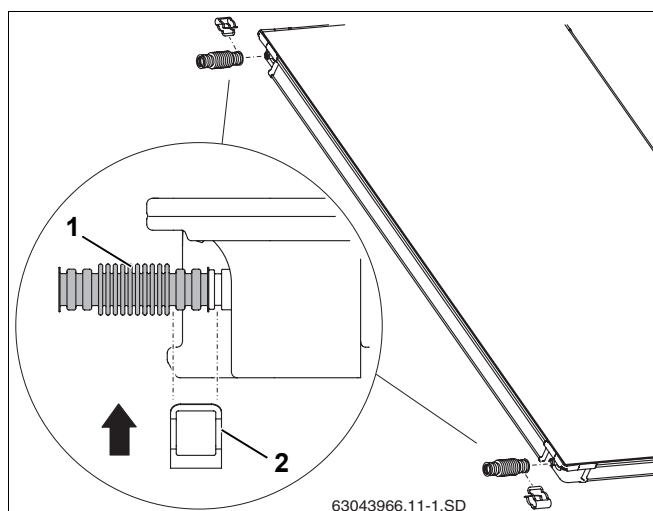

Рис. 48 Монтаж гофрированной соединительной трубы на первом коллекторе
- Надеть гофрированные трубы (рис. 48, **поз. 1**) на левые штуцеры первого коллектора.
- Установить зажимы (рис. 48, **поз. 2**) для фиксации гофрированных труб на штуцерах коллектора.